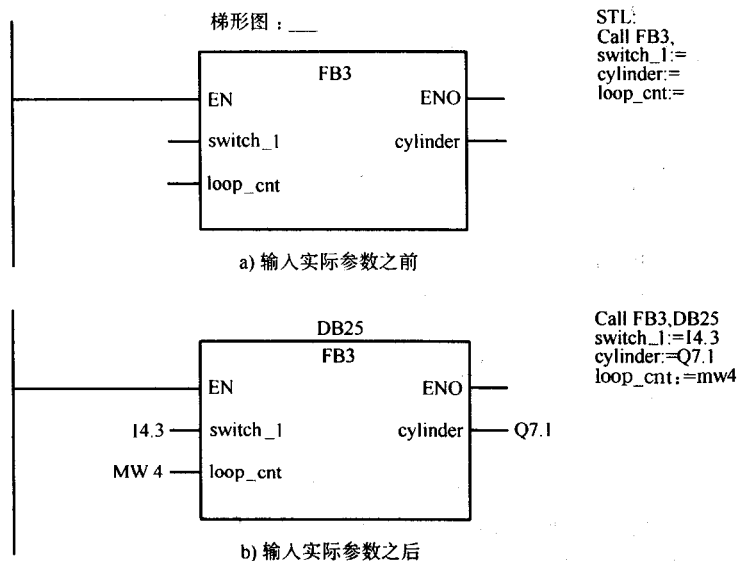

图 8-12 调用 STEP 7 的包含如表 8-1 中所示的变量声明表的功能块
4) 指针：使被调用逻辑块保留空间用来存储指针常量形式的地址说明。无论什么时候当被调用逻辑块读或写值到该变量中时，它将实际读或写到由调用程序指定的地址。指针可以总是用来传递值到函数和功能块中，但是不必要被声明为“Out”数据声明类型。（请查看手册。）记住指针参数在存储器中占据 6 个字节，存储的格式如图 8-12 中所示。存储器区域允许的编码包含指出“前一个”本地堆栈存储区域的编码。这意味着逻辑块可以调用函数（或功能块），而且可以传递指针参数，该指针参数允许函数（或功能块）访问属于调用逻辑块的本地堆栈存储器。
为编写梯形图中对已经声明了 in、out、in-out 参数的 FB、SFB、SFC 的调用或者 FC 的调用，程序员可以使用 STEP 7 的浏览器把逻辑块当作指令一样来选择。（明显地，正在被调用的逻辑块必须已经被编写好。）梯形图的元素如图 8-12 中所示的那样。调用程序必须为被调用逻辑块所需要的 in、out、in-out 参数提供数据常量或地址。用西门子的术语来说，变量声明表创建形式参数，调用程序必须提供实际参数。在图 8-12 例子中梯形图的调用是对有表 8-1 中所示的变量声明表的功能块的调用。图 8-12a 中显示了在程序员输入实际参数（或实例数据块）之前梯形图形式和与之对等的 STL 语言指令，而图 8-12b 中显示的是在程序员输入典型的实际参数后的相同程序。
图 8-12 中的梯形图元素包含标为 EN 的布尔输入，程序员可以用逻辑运算使调用有条件的执行。梯形图元素也包含标为 ENO 的输出，它提供了程序员可以用来控制另一个操作的布尔输出，即使 ENO 输出不包含在表 8-1 所示的对 FB3 的变量声明表中。所有的梯形图函数和功能块都有这个 ENO 输出，它输出状态字中的 BR 状态位的状态。Siemens 提供的所有 SFC 和 SFB 程序都包含复位 BR 位的逻辑，任何原因的 SFC 或 SFB 执行失败就使 BR 位复位，否则使 BR 位置位。在梯形图中编程时，在所编写的函数或功能块中包含控制 BR 位指令会使编程更加方便。如果没有这样做并且程序中包含来自 FC 或 FB 的 ENO 输出的逻辑状态控制的梯形图语句，那你的程序可能会出现很大的问题。
调用其他逻辑块的三个 STL 指令包括无条件调用 (UC)、条件调用 (CC) 和调用 (CALL) 指令。调用指令是无条件执行的,所以它等同于图 8-12 中所示的梯形图中的无条件调用。调用指令必须用来调用已声明了 in、out 或 in-out 参数的逻辑块。由于调用指令是无条件执行,所以如果想使调用指令有条件执行,必须编写一个有条件跳转,使它跳过调用指令,就像我们在这章前面的部分看到的那样。